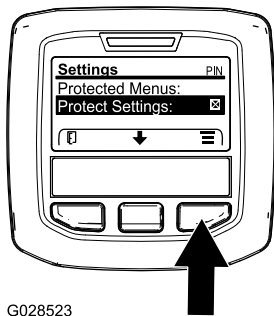

Рисунок 25
1. В MAIN MENU (Главном меню) с помощью средней кнопки прокрутите меню вниз к пункту SETTINGS MENU (НАСТРОЙКИ), и нажмите правую кнопку (Рисунок 25).